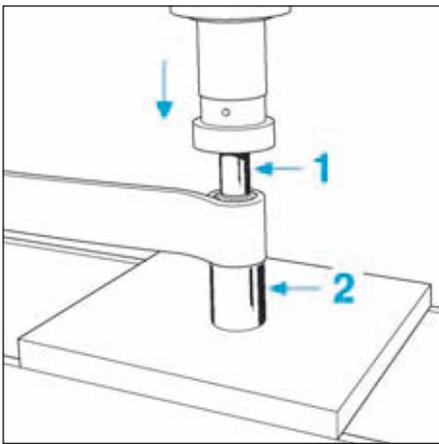

FIG.29
- En utilisant une presse hydraulique, un tube plein de diamètre 30 mm (1) et d'un tube de diamètre intérieur de 48 mm (2), déposer le coussinet du ressort à lame (Fig.29).